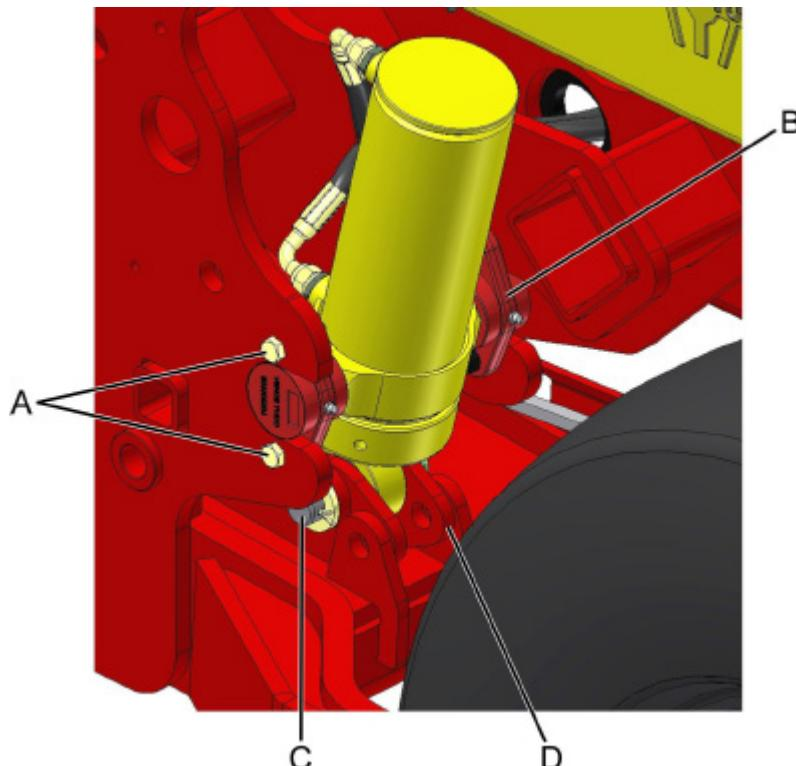

fig. 18
Para retirar o cilindro hidráulico retire as mangueiras, em seguida retire os parafusos (A) (fig. 18), dos mancais (B) fixados no chassi, retire os pinos (C) do articulador (D).